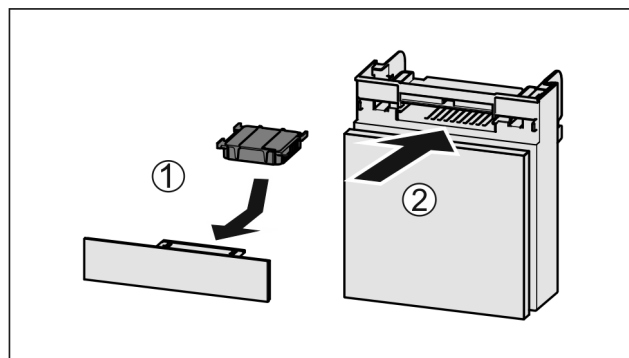

Fig. 68
- Aktivkohlefilter nach Abbildung einsetzen Fig. 68 (1).
- Fach einschieben Fig. 68 (2).